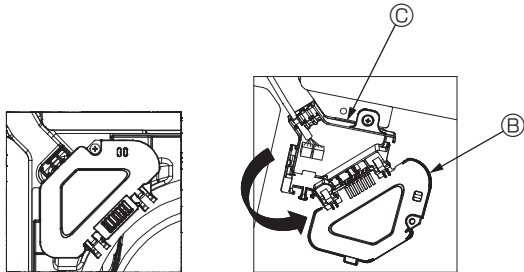

Fig. 7-5
- 4 Відкрутіть один гвинт, який кріпить кришку з'єднувальної коробки, та відкрийте її. (Fig. 7-5)